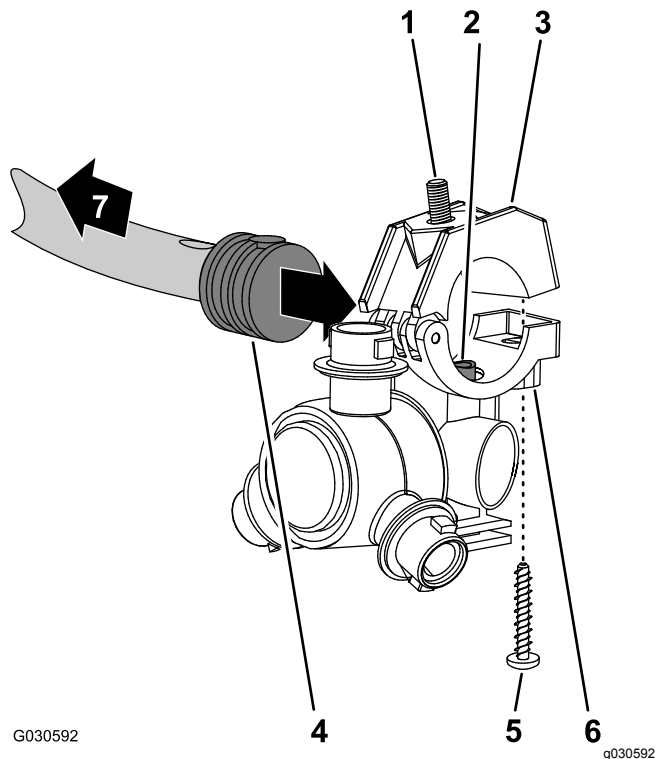

図 108
2. バーブ付きホースシャックにホースクランプの上半分をセットし、クランプとノズルボディ 図 108を、ステンレスねじ#12 x 1-1/4 インチで固定し、1418N·m0.250.3kg.m = 2025in·lbにトルク締めする。
1. ノズルのサドルに付いているトランスファチューブ 図 108を、片側バーブ付きホースシャック1/2 インチの側面の穴に合わせる。